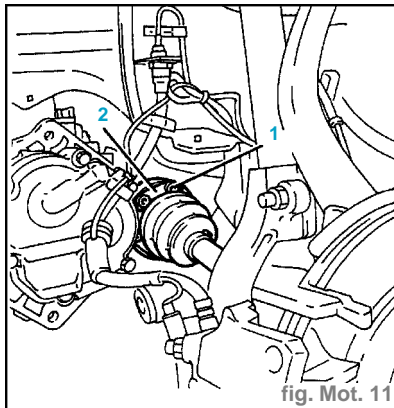
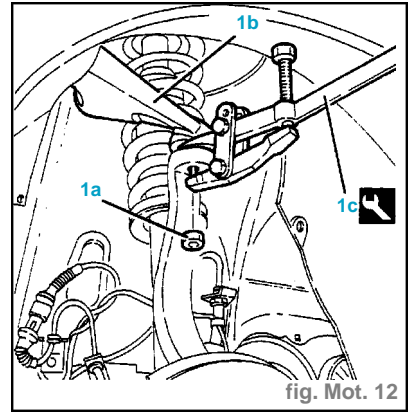

fig. Mot. 11
fig. Mot. 12
- Dévisser les boulons des brides des joints homocinétiques des demi-arbres (1) (fig. Mot. 11).
- Déposer les plaques de sûreté (2).
- Dévisser l'écrou (1a) et déconnecter les montants (1b) des bras oscillants supérieurs avec extracteur (1c) (fig. Mot.12).
- Raccorder les montants aux bras oscillants supérieurs et les fixer avec l'écrou. Serrer à **4,3 - 4,7 daN.m** (fig. Mot. 12).
- Placer les plaques de sûreté (2) et resserrer les boulons (1) des brides des
- joint homocinétiques des demi-arbres à **4,0 - 5,2 daN.m** (fig. Mot. 11).